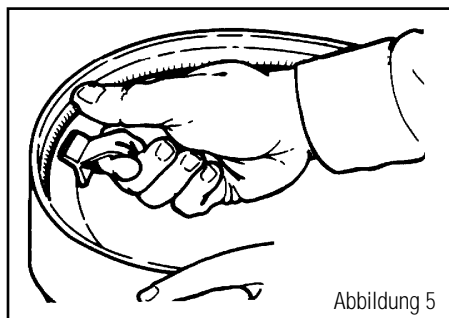

Abbildung 5
3. Drehen Sie den Helm um. Um die Innenschale zu entfernen, haken Sie den Zeigefinger in die Schlaufe am hinteren Teil der Innenschale. Drücken Sie den Daumen gegen den Helmrand und ziehen Sie die Schlaufe zur Vorderseite des Helms, dann hoch und vom Helm weg. (Abbildung 5) Damit wird die Innenschale herausgelöst.